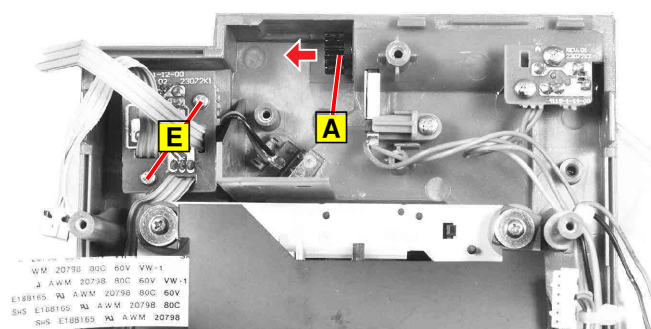

Fig. 16
- CD-Tür-Achse  $\text{\textcircled{A}}$  (Fig. 16) in Pfeilrichtung abziehen.
- Pull out the CD door axle  $\text{\textcircled{A}}$  (Fig. 16) in direction of the arrow.
- 2 Schrauben **E** (Fig. 16) herausdrehen.
- Undo 2 screws **E** (Fig. 16).